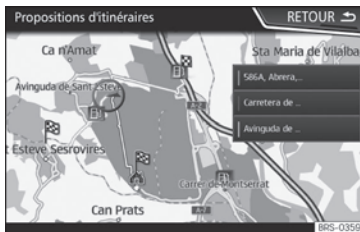

Fig. 207 Navigation prédictive
- Sur l'écran principal du Menu de navigation, appuyez sur la touche **Propositions d'itinéraires** de la fenêtre contextuelle. Pour afficher les propositions d'itinéraires, appuyez sur le bouton **Afficher sur la carte** **>>> fig. 207.**